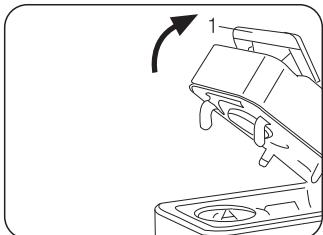
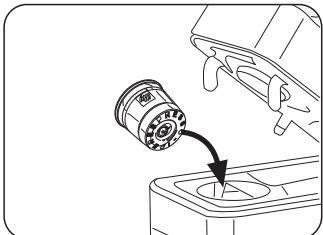

Fig. 7
Fig. 8
- Soulever lentement vers l'arrière (jusqu'à l'arrêt) le levier de commande (1) (**Fig. 7**) et introduire une capsule dans l'espace prévu (**Fig. 8**)